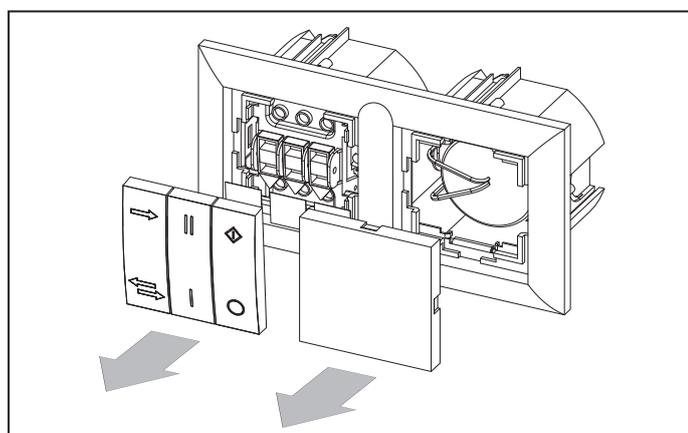

Рис. 18.
15. Извлеките кнопки и заглушку с панели управления SEA-T12, аккуратно поддев их отверткой (рис. 18).